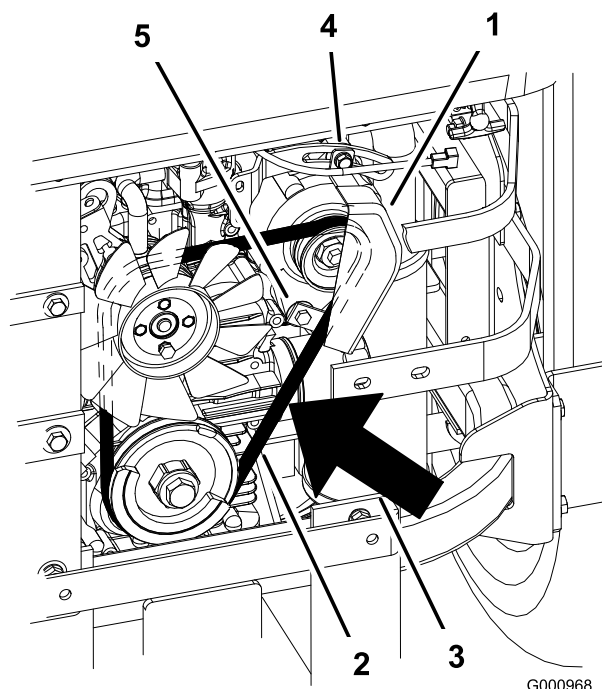

Figura 69
2. Regolate l'alternatore verso l'esterno fino ad ottenere una flessione della cinghia di 7-9 mm tra le pulegge del motore e dell'alternatore con una forza di 10 kgf (Figura 69).
5. Se la flessione è esatta, serrate i bulloni inferiore e superiore (Figura 69).